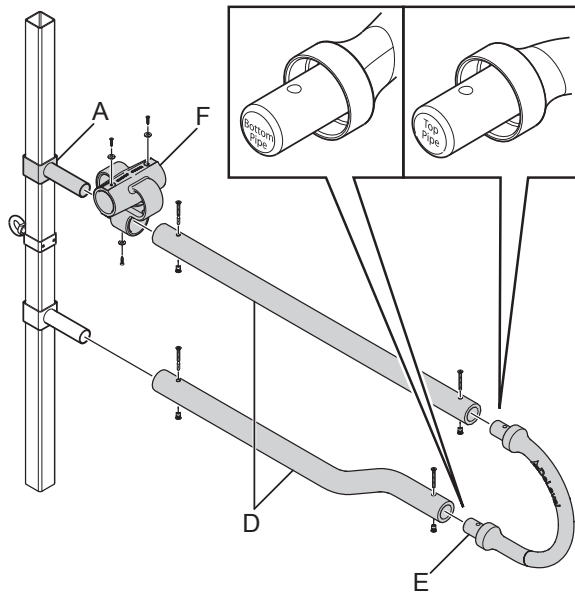

Fig. 31: Montere liggebåsen.
– Første liggebåsbrakett (C)
– Brakett til fleksibelt bånd (B) eller front-rørbrakett, se Kapittel 5 "Montering av fleksibelt liggebåsbånd" på side 36.
– Andre liggebåsbrakett (A)
3. Skyv nakkerørbraketten (F) på det elastiske topprøret (D).
4. Skyv de elastiske rørene på skilleveggen (D) på endene av stolpebrakettene (A, C). Skru fast de to skruene (H) på stolpebrakettensiden, se Fig. 31.
5. Sett sammen det buede gummirøret (D) på de elastiske rørene, se Fig. 31. Skru fast to skruer (H) på siden med det buede gummirøret.